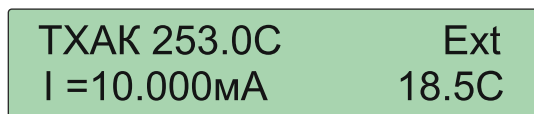

Рисунок 10 — Индикатор в режиме измерения температуры с помощью термопары
- кнопкой  выбрать режим измерения температуры с помощью термопары, при этом на индикаторе в правой части верхней строки появится надпись «Ext» (см. рисунок 10);